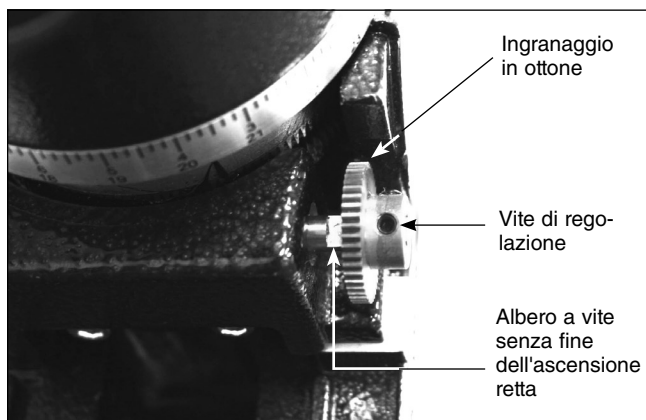

Figura 5. Corretto orientamento dell'ingranaggio in ottone per l'asse di ascensione retta
4. Far scorrere l'estremità con ingranaggio di uno dei piccoli ingranaggi in ottone sull'albero a vite senza fine come mostrato nella **Figura 5**. Ruotare il piccolo ingranaggio in ottone in modo che una delle viti di regolazione preme contro la parte piatta dell'albero a vite senza fine dell'ascensione retta. Fissare il piccolo ingranaggio in ottone serrando le viti di regolazione con la chiave esagonale da 2 mm in dotazione, ma non stringere eccessivamente. Potrebbe essere necessario apportare piccole modifiche alla posizione dell'ingranaggio per consentire il suo corretto inserimento, come descritto nel passaggio successivo.